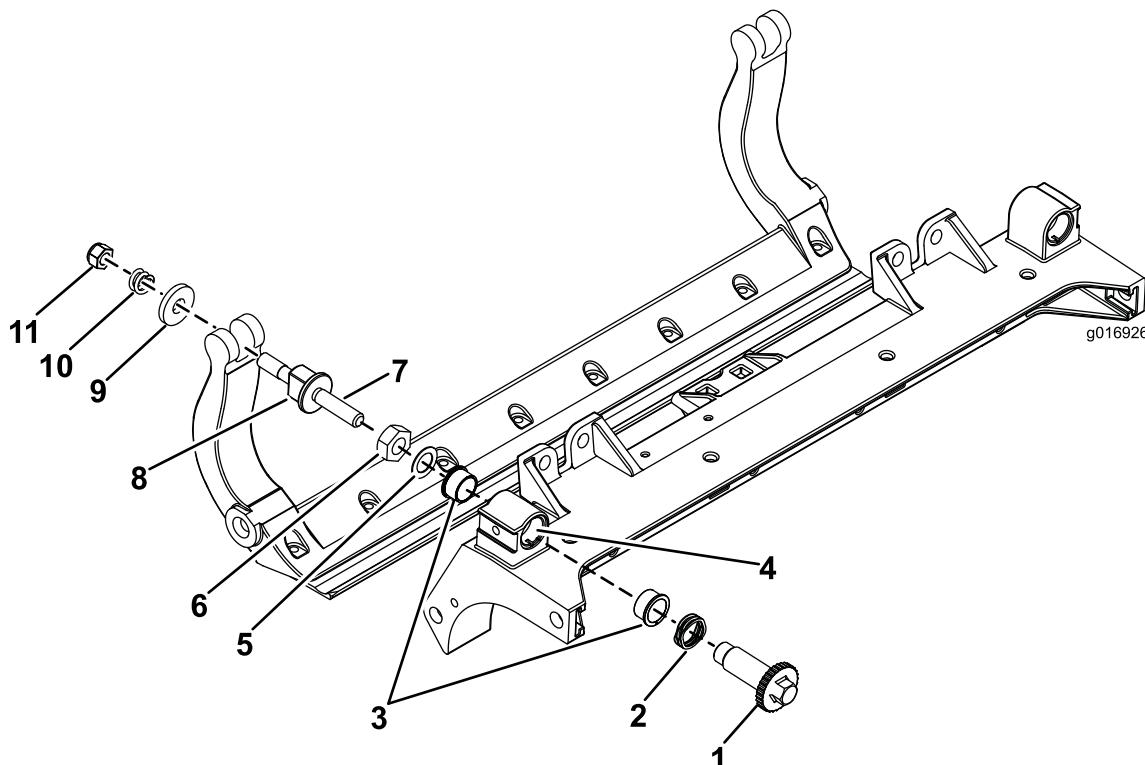

Figure 34
1. Déposez toutes les pièces (voir les *Instructions d'installation* du Kit DPA renforcé, modèle n° 120-7230 et Figure 34).
2. Appliquez du produit antigrippage « Never Seize » à l'intérieur du logement des bagues sur le cadre central du plateau de coupe (Figure 34).
3. Alignez les clavettes des bagues à embases sur les fentes de leur logement sur le cadre, et mettez les bagues en place (Figure 34).
4. Posez une rondelle ondulée sur l'axe de réglage et insérez l'axe dans les bagues à embase sur le cadre du plateau de coupe (Figure 34).
5. Fixez l'axe de réglage avec une rondelle plate et un contre-écrou (Figure 34). Serrez le contre-écrou à un couple de 20 à 27 Nm.
12. Placez une rondelle en acier à l'extérieur de chaque rondelle en nylon (Figure 34).
13. Serrez l'écrou sur chaque vis de réglage de la barre d'appui jusqu'à ce que le ressort de compression soit complètement comprimé, puis desserrez l'écrou de 1/2 tour (Figure 34).